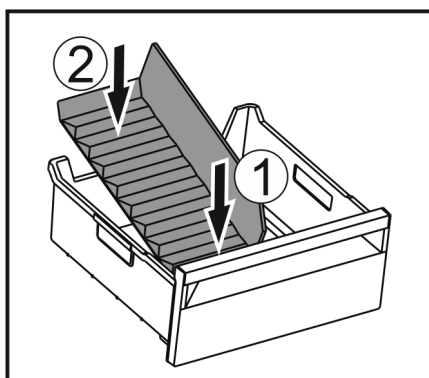

Fig. 71
- Sett inn den fremre delen av isrom-deleren. Fig. 71 (1)
- Senk den bakre delen av isrom-deleren til bunnen av skuffen. Fig. 71 (2)